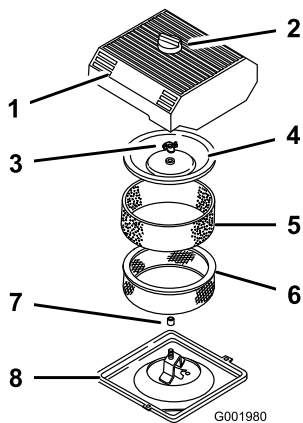

図 45
3. エアクリーナを外したときエンジン内部に異物が入らないよう、周辺をきれいに拭く(図 45)。
- エア・クリーナのカバーのノブをゆるめてカバーを外す(図 45)。
- ペーパー・エレメントからスポンジ・エレメントを注意深く取り外す(図 45)。
- カバー・ナットを外し、カバーとペーパー・エレメントを外す(図 45)。
- ペーパー・エレメントにスポンジ・エレメントを注意深く取り付ける(図 45)。
- カバー・ナットを取り付けて指締めする(図 45)。
- エア・クリーナのカバーとノブを元通りに取り付ける(図 45)。